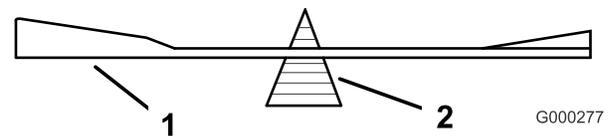

Figure 69
2. Vérifiez l'équilibre de la lame en la plaçant sur un équilibreur (Figure 69). Si la lame reste horizontale, elle est équilibrée et peut être utilisée. Si la lame est déséquilibrée, limez un peu l'extrémité de la partie relevée seulement (Figure 69). Répétez cette procédure jusqu'à ce que la lame soit équilibrée.